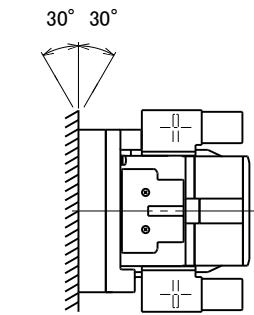

Fig.1
(2)请垂直安装。允许倾斜角度在 30° 以内。(Fig.1)